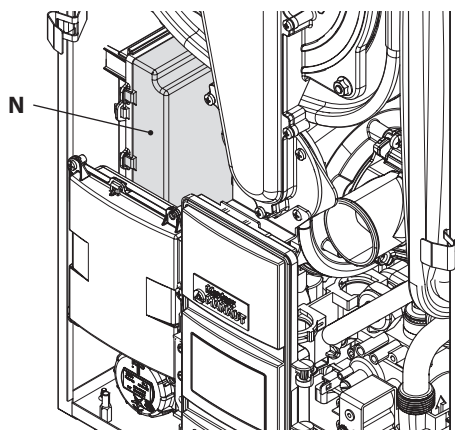

Figura 5.17
- Localice la tapa de cobertura de la bornera N (Figura 5.17) y ábrala.